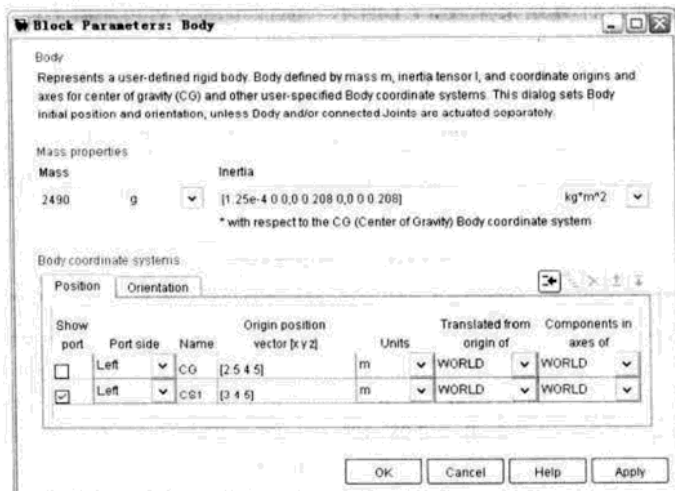

图 17.15 配置 Body Coordinate Systems (Position) 面板
- (1) 打开 SimMechanics 库中的 Bodies 模块库。
- (2) 拖放 Body 模块到模型窗口。
- (3) 打开 Body 模块参数对话框，注意有两栏是我们需要配置的，如图 17.15 所示。
最后配置结果如图 17.15 所示。